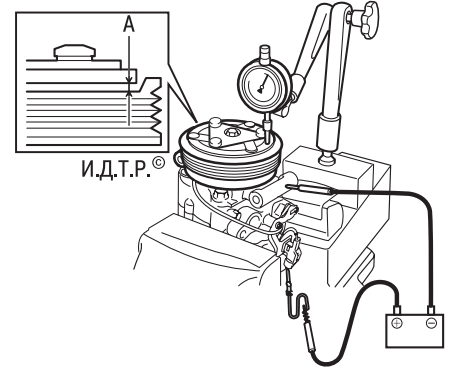

Рис. 12.6. Схема измерения зазора прижимной пластины
18. Установите стрелочный индикатор, как показано на рис. 12.6. Подсоедините положительную клемму аккумуляторной батареи к разъему обмотки катушки, а отрицательную клемму – к корпусу компрессора. Измерьте зазор А между поверхностями трения прижимной пластины и шкива. Если зазор неодинаков в разных точках окружности, значит, прижимная пластина деформирована и подлежит замене. Номинальный зазор составляет 0,35–0,60 мм.